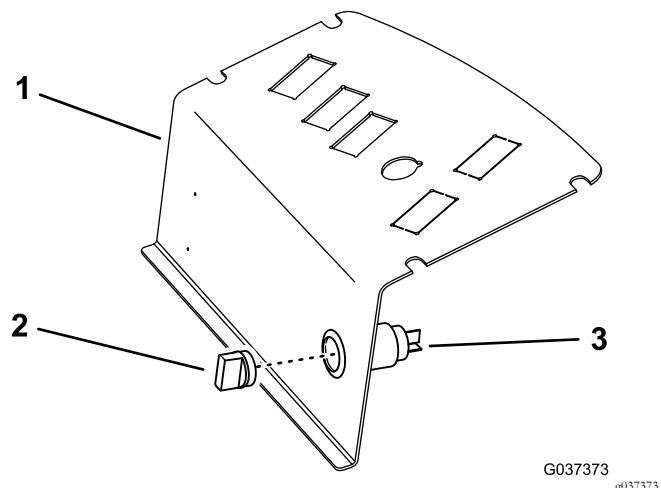

**Figura 5**
5. Montate il relè di alimentazione sul dado piatto sul lato del vano con una vite (Figura 5).